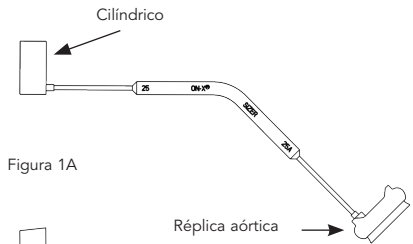
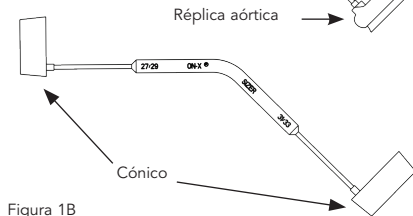

Figura 1A
Figura 1B
**Instrumentos de medição** – Os instrumentos de medição são utilizados para medir o diâmetro resultante do anel tecidual após o anel ser preparado para implantação. Os instrumentos de medição são concebidos para serem utilizados na medição de válvulas aórticas e mitrales e incluem a designação dos tamanhos. Os instrumentos de medição são cilíndricos para as válvulas com um tamanho entre 19 mm e 25 mm (Figura 1A), e cónicos para as válvulas com um tamanho entre 27/29 mm e 31/33 mm (Figura 1B). Para facilitar a seleção do instrumento de medição, consulte a Tabela 1.
**Instrumentos de medição de réplica aórtica** – O instrumento de medição de réplica aórtica (Figura 1A) molda o perfil da válvula aórtica On-X®. É utilizado após a medição para garantir o ajuste da válvula aórtica sem obstrução das artérias coronárias. São fornecidos instrumentos de medição de réplica aórtica para as válvulas aórticas com um tamanho entre 19 e 25 mm, quando a manga de sutura da válvula foi concebida para permanecer na posição supra-anular. A válvula aórtica de 27/29 mm tem um design intra-anular e o respetivo instrumento de medição de réplica foi concebido para moldar este posicionamento.